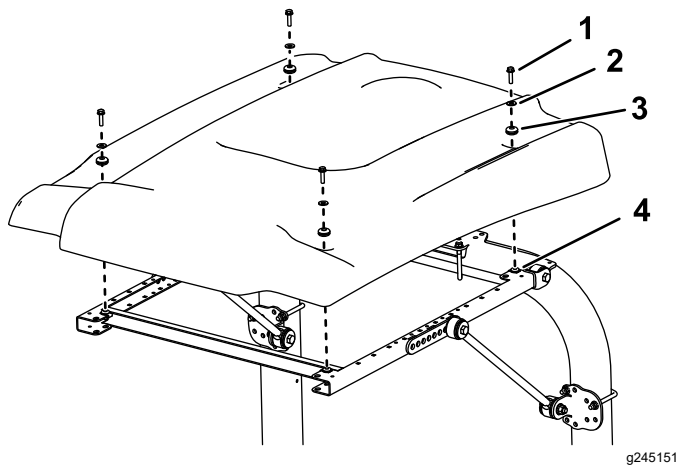

Figure 19
14. Lors de l'alignement des trous de fixation, positionnez le pare-soleil sur le cadre comme montré à la Figure 19.
15. Fixez légèrement chaque coin du pare-soleil au cadre avec un boulon à embase (5/16" x 1¼"), une petite rondelle et une bague (Figure 19).